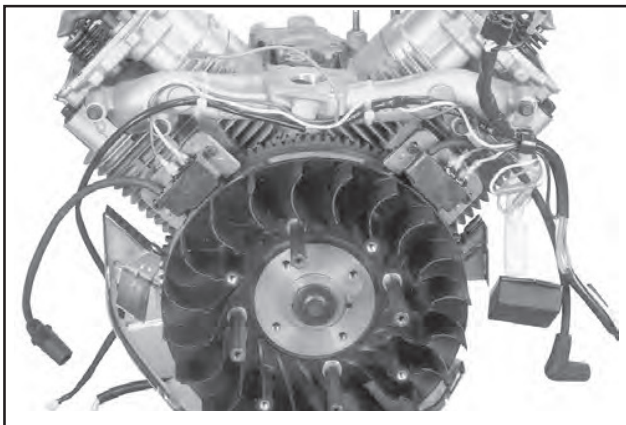

Abbildung 11-55. Anschluss der Kabel auf Zündmodulen SMART-SPARK™.
2. Auf Motoren, die mit SMART-SPARK™ ausgestattet sind, werden die Module auf die selbe Art installiert - mit zwei äußeren Laschen. Siehe Abbildung 11-55.